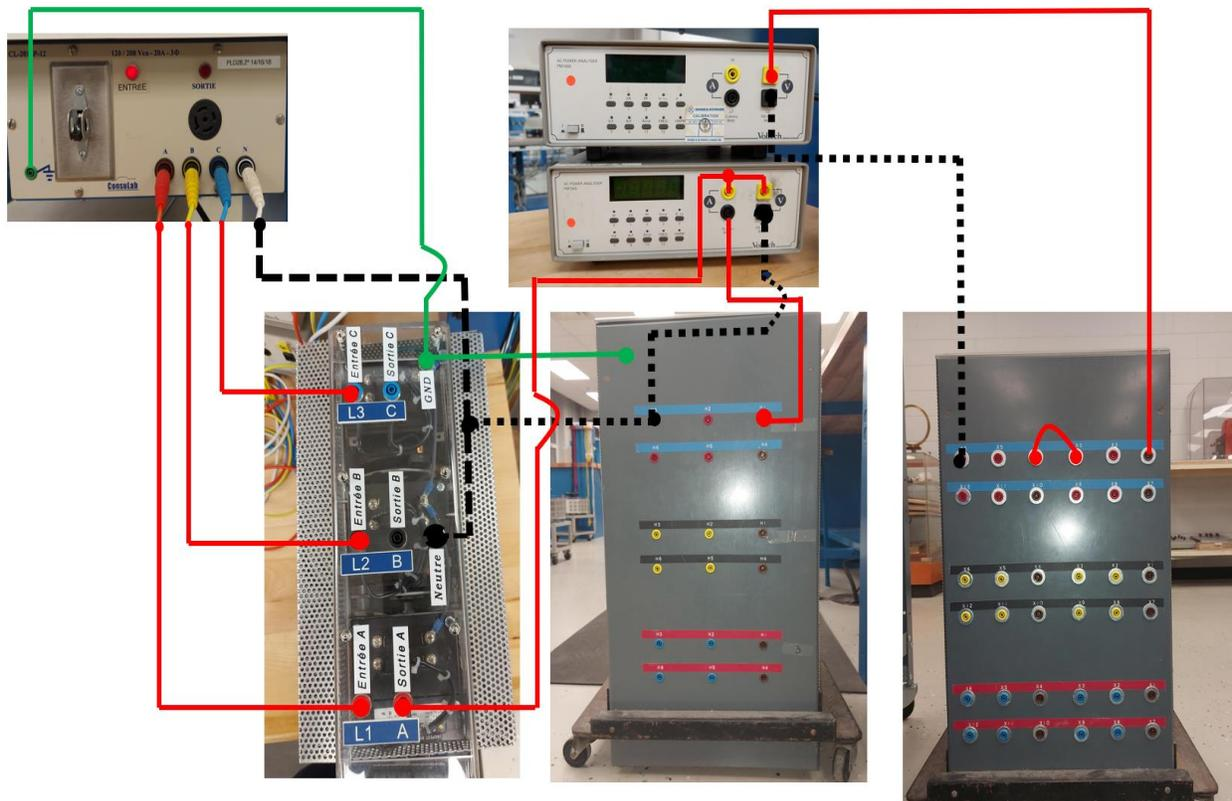

Figure 14. Schéma de montage pour l'expérience 1.
Pour réaliser cette première expérience, il sera mis en place un setup (incluant l'autotransformateur triphasé) qui sera également utilisé dans les expériences subséquentes. La **Figure 14** le schéma de montage pour l'expérience 1.
**DANGER** : Assurez-vous que le disjoncteur du panneau est à la position « OFF » avant de réaliser le schéma de montage qui est montré sur la **Figure 14**. La légende utilisée est la suivante :